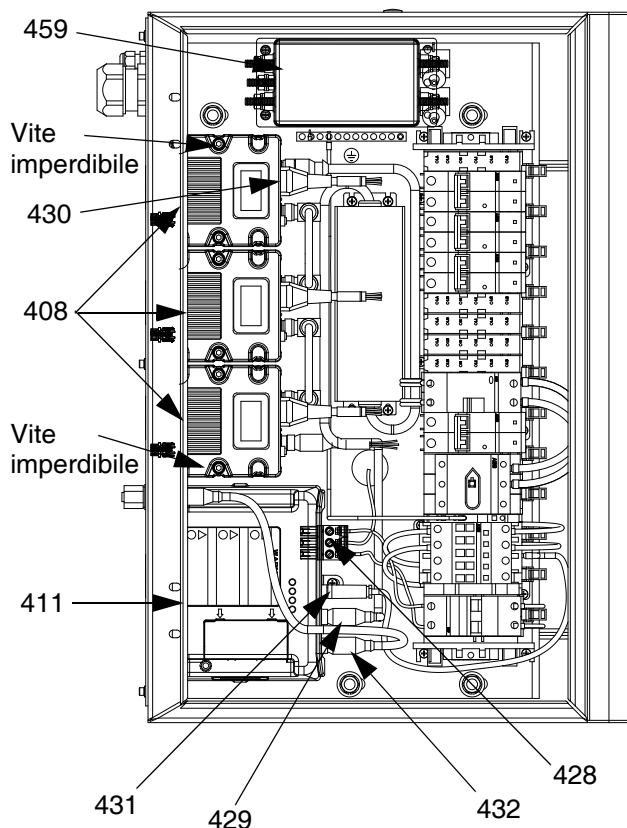
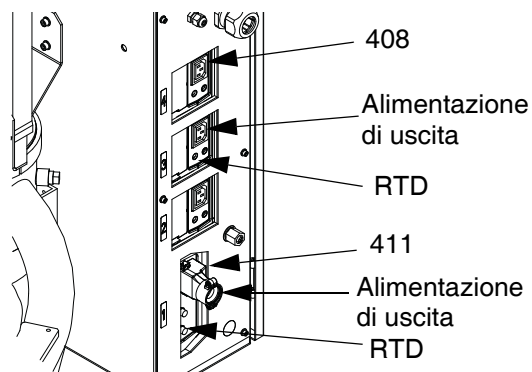

FIG. 48: Vista interna dell'armadio elettrico
FIG. 49: Vista posteriore dell'armadio elettrico
1. Aprire lo sportello dell'armadio (402). Scollegare i seguenti cavi dal modulo TCM a bassa potenza (408):
- cavo di alimentazione di ingresso (430)
- cavo di alimentazione di uscita (vedere FIG. 49)
2. Allentare entrambe le viti imperdibili (409) che sostengono il modulo TCM a bassa potenza (408) sulla base (407); rimuovere il modulo TCM a bassa potenza. Vedere la FIG. 48.
1. Aprire lo sportello dell'armadio (402). Scollegare l'alimentazione di uscita e i cavi RTD dal modulo TCM ad alta potenza (411). Vedere la FIG. 49.
2. Rimuovere il pannello laterale dell'armadio elettrico (436). Vedere **Parti dell'armadio elettrico** a pagina 90.
3. Scollegare tutti i quattro cavi di ingresso (432, 428, 429, 431) dal modulo TCM ad alta potenza. Vedere la FIG. 48.
4. Rimuovere entrambe le viti (415) che fissano le staffe (412, 413) del modulo TCM ad alta potenza all'armadio elettrico. Rimuovere il modulo TCM ad alta potenza. Vedere **Parti dell'armadio elettrico** a pagina 90.